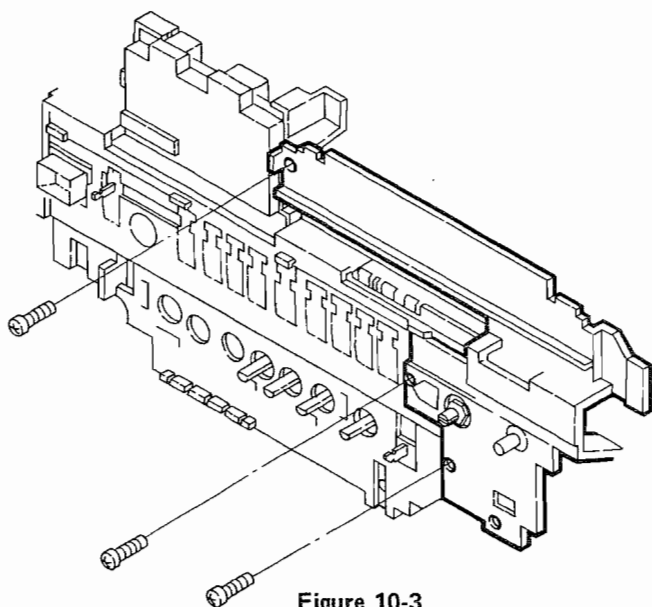

Figure 10-3
3. Remove three screws at the tuner frame, and detach the frame while shifting it to right. See Fig. 10-3.
3. Die drei Schrauben des Tuner-Rahmens entfernen und den Rahmen dann durch Schieben nach rechts entsprechend herausnehmen. Siehe Abbildung 10-3.
3. Enlever les trois vis situées sur le bâti du tuner, et détacher le bâti en le déplaçant vers la droite. Voir la Fig. 10-3.